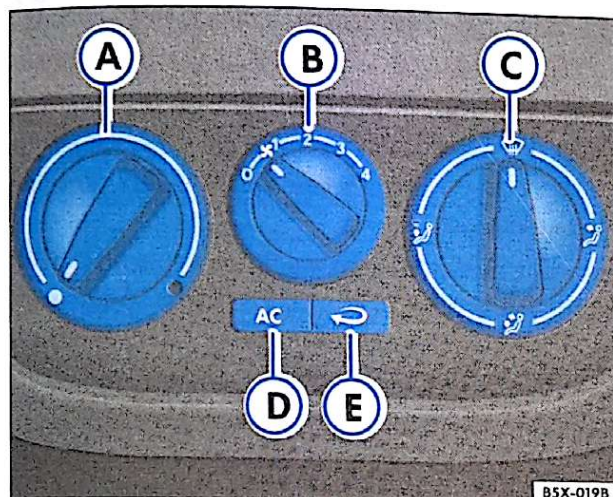

Fig. 93 Detalhe no painel: comandos do ar condicionado
– Gire o interruptor ⇒ fig. 93 (A) para ajustar a temperatura, o interruptor (B) para ajustar a velocidade de ventilação e o interruptor (C) para ajustar a distribuição do ar ⇒ ⚠.
– Pressione a tecla (D) ⇒ Página 107, fig. 93 para ativar o ar condicionado35) ou a tecla (E) ⇒ Página 107, fig. 93 para ativar a recirculação de ar35). Quando ligados, acendem-se as luzes indicadoras nas teclas.
- (A) Interruptor da temperatura ⇒ Página 108
- (B) Interruptor do ventilador. A saída do ar pode ser regulada em 4 velocidades. O ventilador deveria sempre girar na velocidade mais baixa, acompanhando o veículo quando este estiver em velocidade baixa.
- (C) Interruptor da distribuição do ar ⇒ Página 108